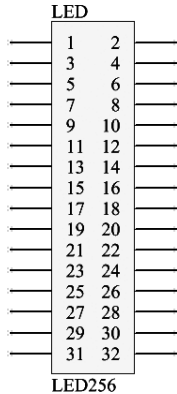

图 15-19 编辑好的 LED256 元件
(1) 编辑元件 LED256。选择元件库“Miscellaneous Connectors. IntLib”中有 32 个引脚的“Header16X2”元件进行编辑，编辑好的元件如图 15-19 所示。